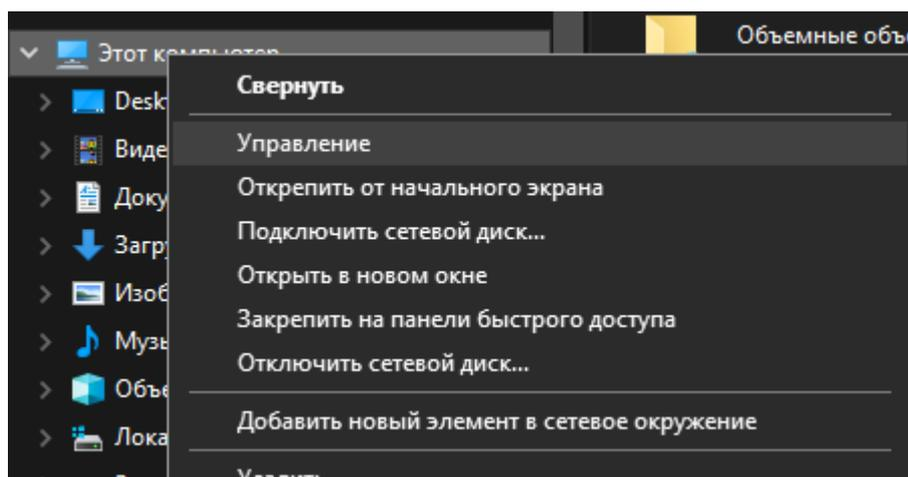
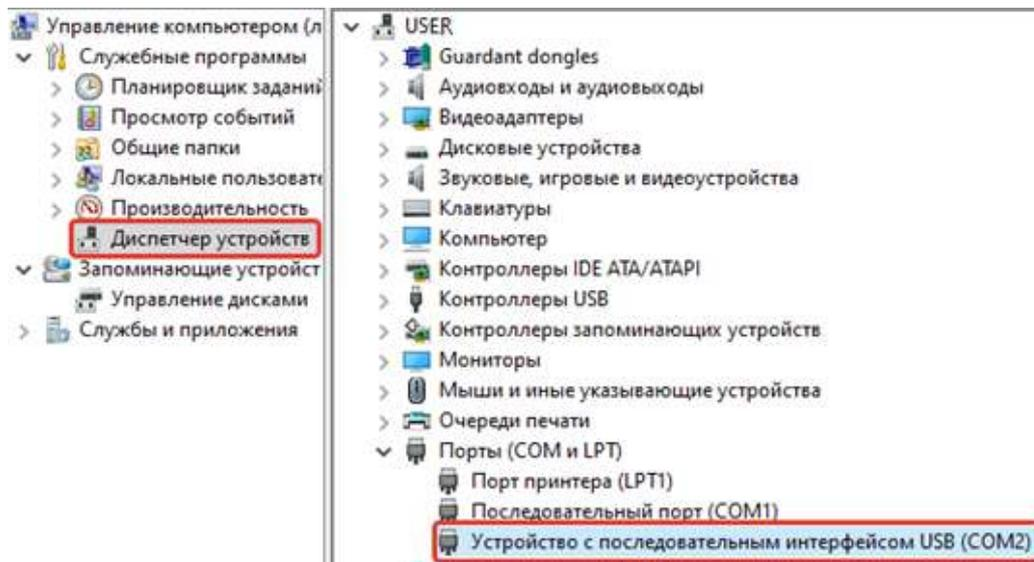

Рисунок 3 – Пункт «Управление» во вкладке «Этот компьютер»
Рисунок 4 – ПЛК в списке COM-портов
3. Проверить появление COM-порта в Диспетчере устройств ПК. Для этого зайти в «Проводник», правой кнопкой мыши нажать на «**Этот компьютер**» и выбрать пункт «**Управление**» (см. рисунок 3). В открывшемся окне нажать на пункт «**Диспетчер устройств**», а затем найти в нем пункт «**Порты (COM и LPT)**» и щелкнуть по символу «>» рядом с его названием. В открывшемся списке отобразится COM-порт подключенного устройства (см. рисунок 4). Если ПЛК не определен в операционной системе ПК виртуальным COM-портом, нужно установить драйверы на ПК и/или заменить кабель (кабели) и повторить подключение.